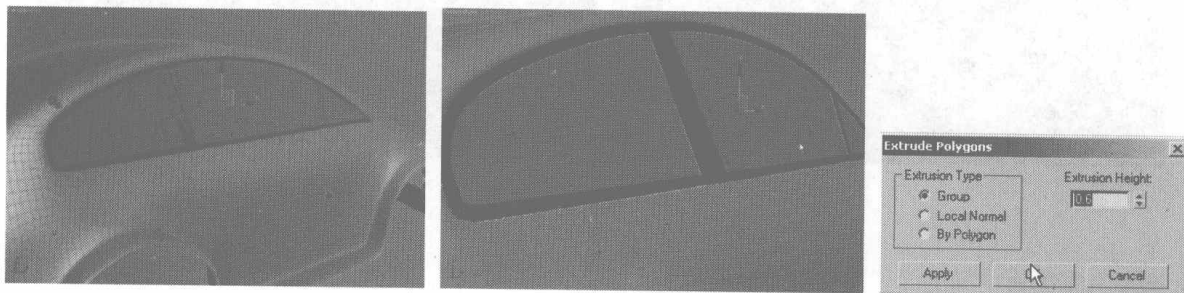

图 7.142
- 33 选择车窗四周的面，单击 **Extrude**  按钮右边的小方块，在弹出的对话框中设置挤压参数，单击 **OK** 按钮，如图 7.142 所示。